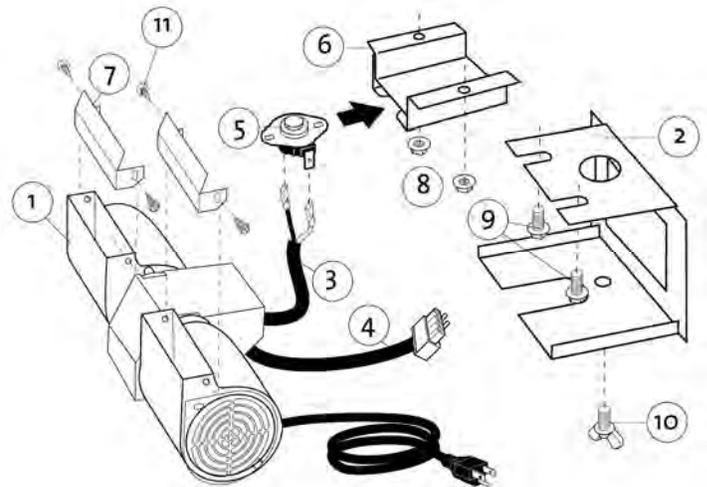

Figure 41. Composants du kit de ventilateur.
1. Déballez et vérifiez le contenu du kit de ventilateur. Si des pièces sont endommagées ou manquantes, contactez votre détaillant. Voir fig. 41.